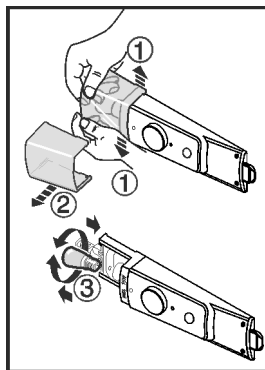

Fig. 10
- ▶ Écarter le couvercle de la lampe vers l'intérieur, à l'avant Fig. 10 (1), comme illustré et le retirer sur le côté Fig. 10 (2).
- ▶ Remplacer la lampe. Fig. 10 (3)